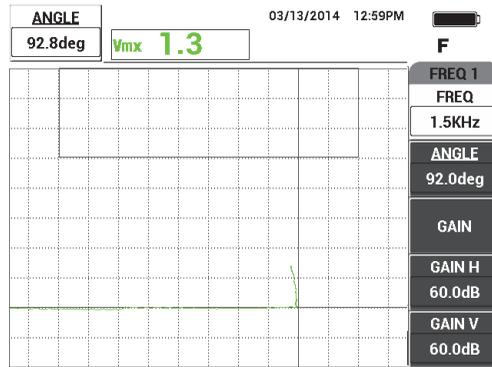

Figure 5-94 Réglage de l'angle d'entrefer en position horizontale
8. Appuyez sur la touche ANGLE (  ), et puis réglez l'angle d'entrefer pour qu'il soit en position horizontale (voir la Figure 5-94 à la page 208).